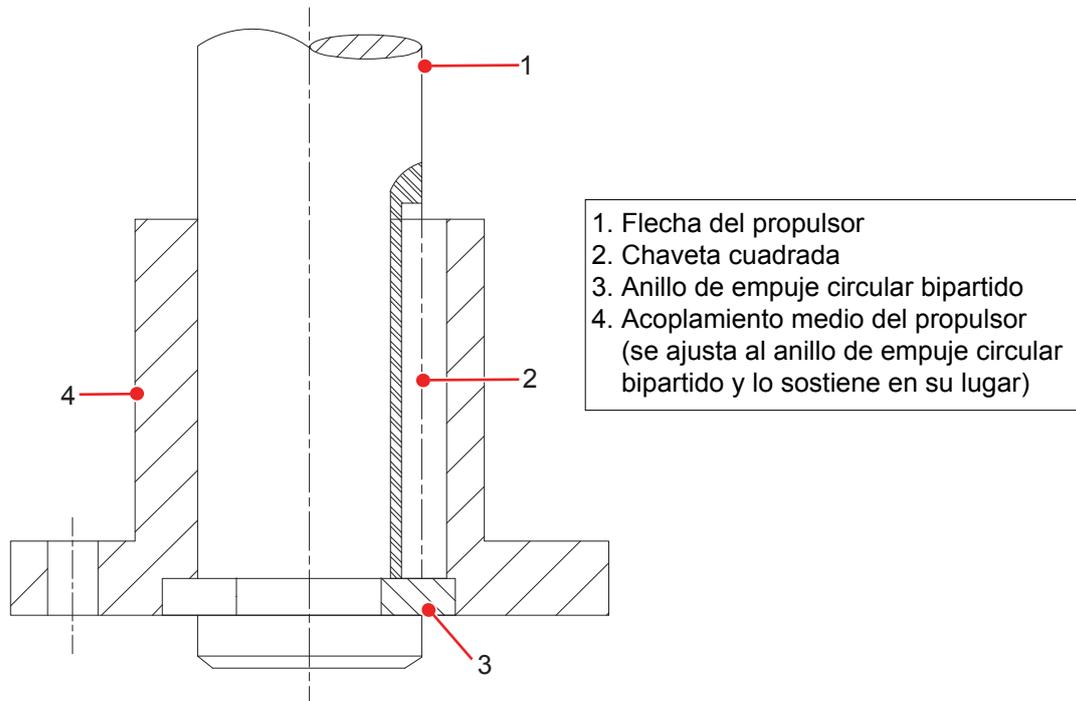

Figura 5-5: Acoplamiento medio del impulsor colocado correctamente
4. Instale el acoplamiento medio del propulsor en la flecha del propulsor (consulte Figura 5-5 en la página 28 y la Figura 12-1 en la página 61 para las ilustraciones de acoplamiento).
- c. Instale el anillo de empuje circular bipartido en la ranura de la flecha. Cuando se coloca correctamente, el acoplamiento medio del motor se deslizará hacia abajo sobre la chaveta circular bipartida y lo mantendrá en su posición (consulte Figura 5-5 en la página 28).
<p>DAÑOS A LA BOMBA</p> <ul style="list-style-type: none"> • Antes de correr el motor, asegúrese que las mitades de acoplamiento no se estén tocando y que el extremo de la flecha del motor libre lo suficiente la flecha de la bomba y la tuerca de ajuste, y el propulsor pueda girar libremente sin girar la bomba. El acoplamiento medio del propulsor debe estar en la posición correcta como se muestra en la Figura 5-5 en la página 28 de modo que el anillo de empuje circular no se salga. • Siempre verifique la rotación antes de conectar el motor a la bomba ya que la rotación inversa puede causar graves daños a la misma mientras que está conectada.